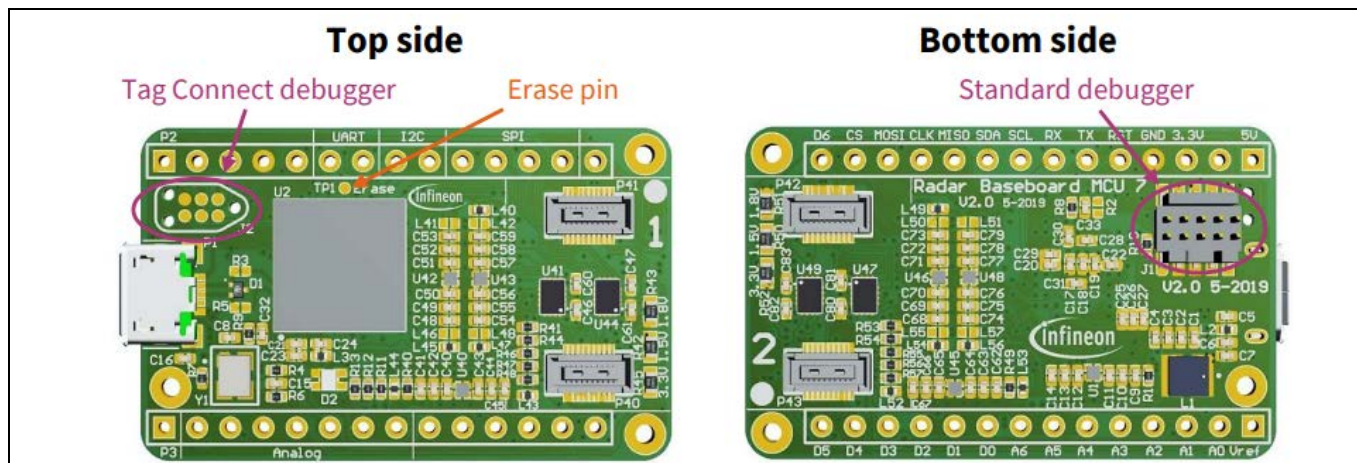

Figure 13 レーダーベースボード MCU7 のデバッグコネクタ
ユーザーがデバッガーコネクタを必要とする場合、ボードには、Figure 13 に示すように 2 つのオプションがあります。レーダーベースボード MCU7 の上面には、タグコネクタデバッガーのレイアウトがあります。ユーザーがタグコネクタデバッグケーブルを購入したくない場合は、通常の 10 ピン Arm® デバッガーコネクタをレーダーベースボード MCU7 の底面にあるコンポーネント J1 のパッドにはんだ付けできます。
- TP1 を 3.3 V に接続して、MCU ERASE ピンを High に保持 (Figure 13 を参照)。